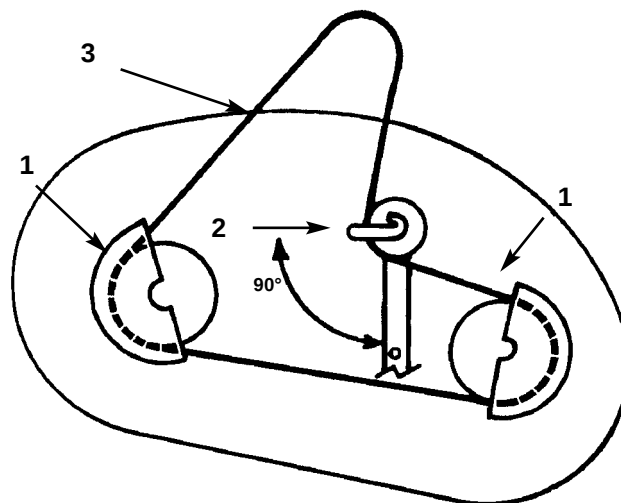

Fig. 48
2. Fjern remskivedækslets monteringskruer og remskivedækslerne fra begge knivremskiver (fig. 48).
3. Løsn, men fjern ikke bolten og møtrikken, der fastholder mellemremskiven og remstyret (fig 48).
2. Anbring mellemremskivens remstyr, så det peger til venstre, 90° på mellemarmen (fig. 48). Stram monteringsbolten og låsemøtrikken, der fastholder mellemremskiven og remstyret.
3. Montér venstre og højre remskivedæksel med monteringskruerne (fig. 48).